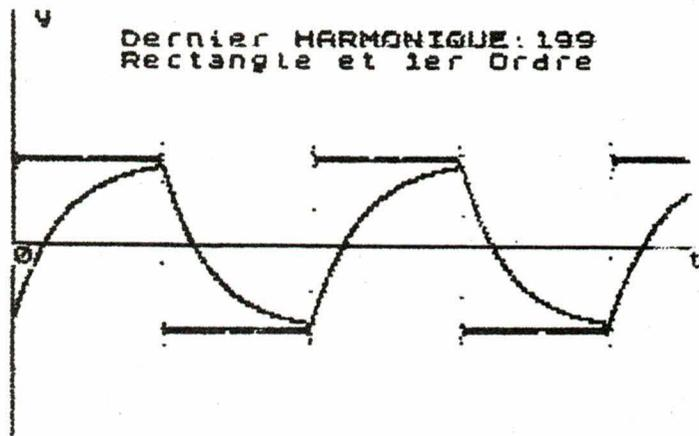

Fig. 13
- Le signal de sortie exponentiel : U_s (fig. 13).